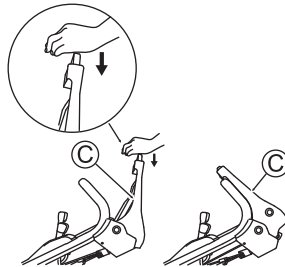

Fig. 18
3. Poussez le levier d'embrayage de la lame (C) vers l'avant tout en appuyant sur son bouton jaune. La lame commence alors à tourner. (Voir Fig. 18)